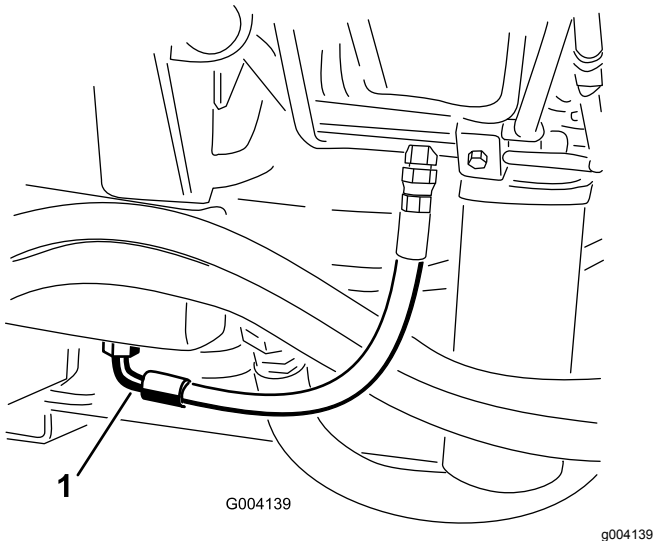

Figure 70
2. Placez un grand bac de vidange sous le raccord monté au bas du réservoir de liquide hydraulique (Figure 70).